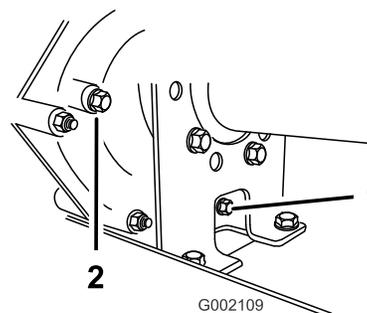
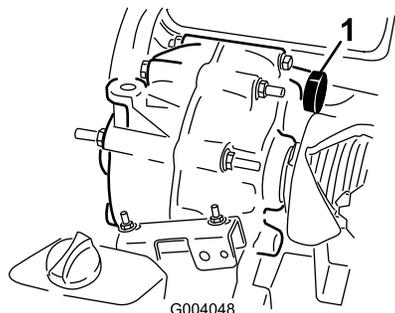

Рисунок 43
Рисунок 44
2. Тщательно протрите места вокруг пробок заливного и сливного отверстий ветошью (Рисунок 43).
4. Снимите пробку заливного отверстия, повернув ее против часовой стрелки (Рисунок 43).
5. Снимите пробку заливного отверстия, повернув ее против часовой стрелки (Рисунок 43).
- Установите пробку сливного отверстия с прокладкой в сливное отверстие трансмиссии и затяните (Рисунок 43).
- Долейте в бак (Рисунок 44) через заливное отверстие приблизительно 1,4 л рабочей жидкости указанного типа или доведите уровень рабочей жидкости в трансмиссии до нижней части резьбы (Рисунок 43).
- Установите и затяните пробку заливного отверстия с прокладкой в заливное отверстие трансмиссии (Рисунок 43).
- Проверьте уровень рабочей жидкости и добавьте ее, если уровень рабочей жидкости находится ниже резьбовой части заливного отверстия (Рисунок 43).